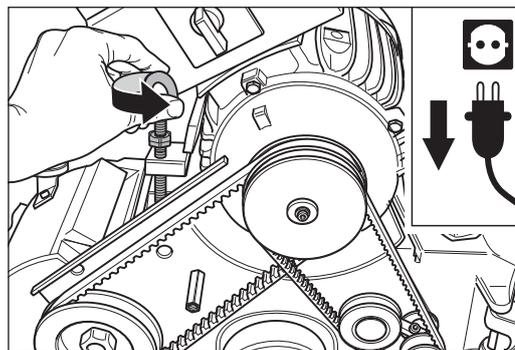

Abb. 81 Die Ringschraube am Motor gegen den Uhrzeigersinn drehen.
- 5 Drehen Sie die Ringschraube am Motor gegen den Uhrzeigersinn (Abb. 81). Dadurch werden die Keilriemen entspannt.